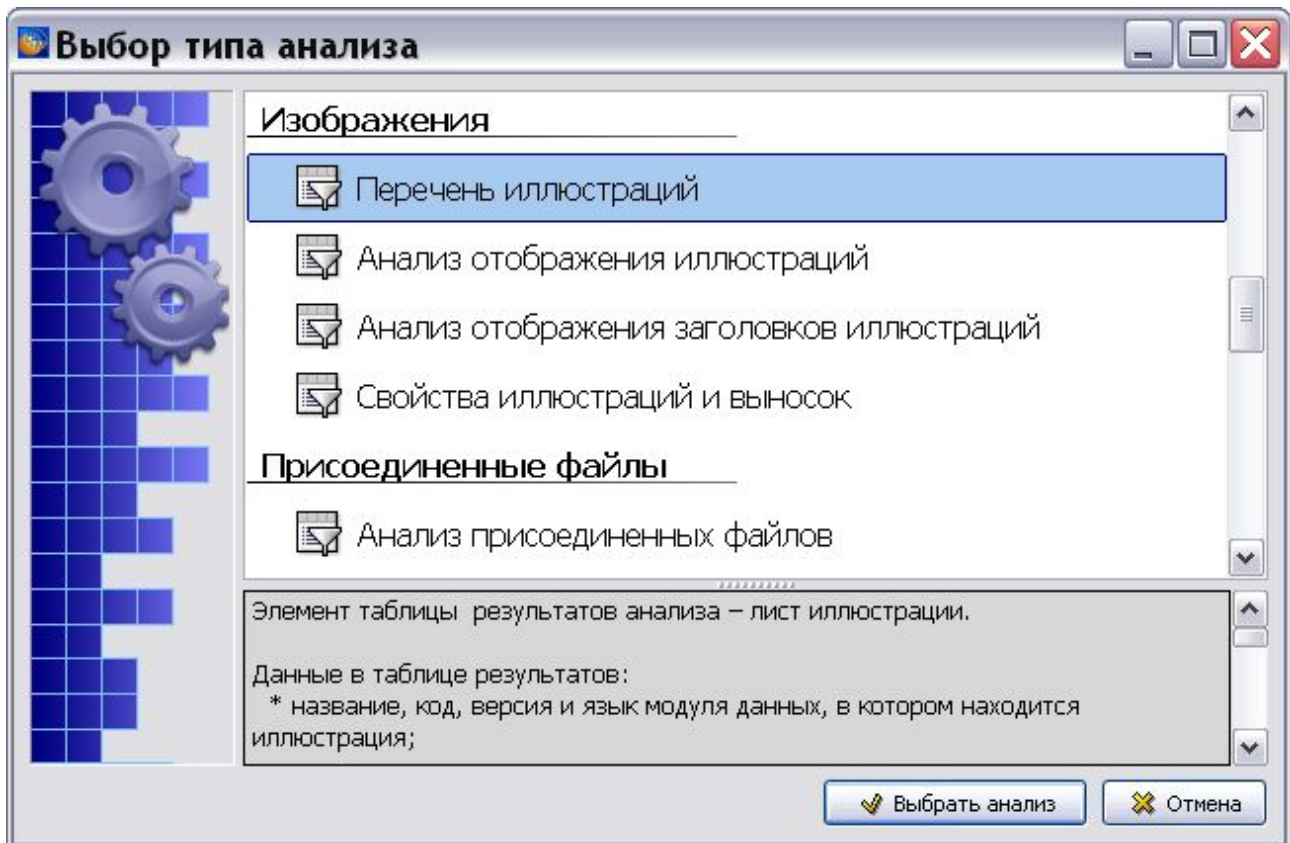

Рис. 8.178
1. В окне **Выбор типа анализа** выберите тип анализа «Перечень иллюстраций» (Рис. 8.178).